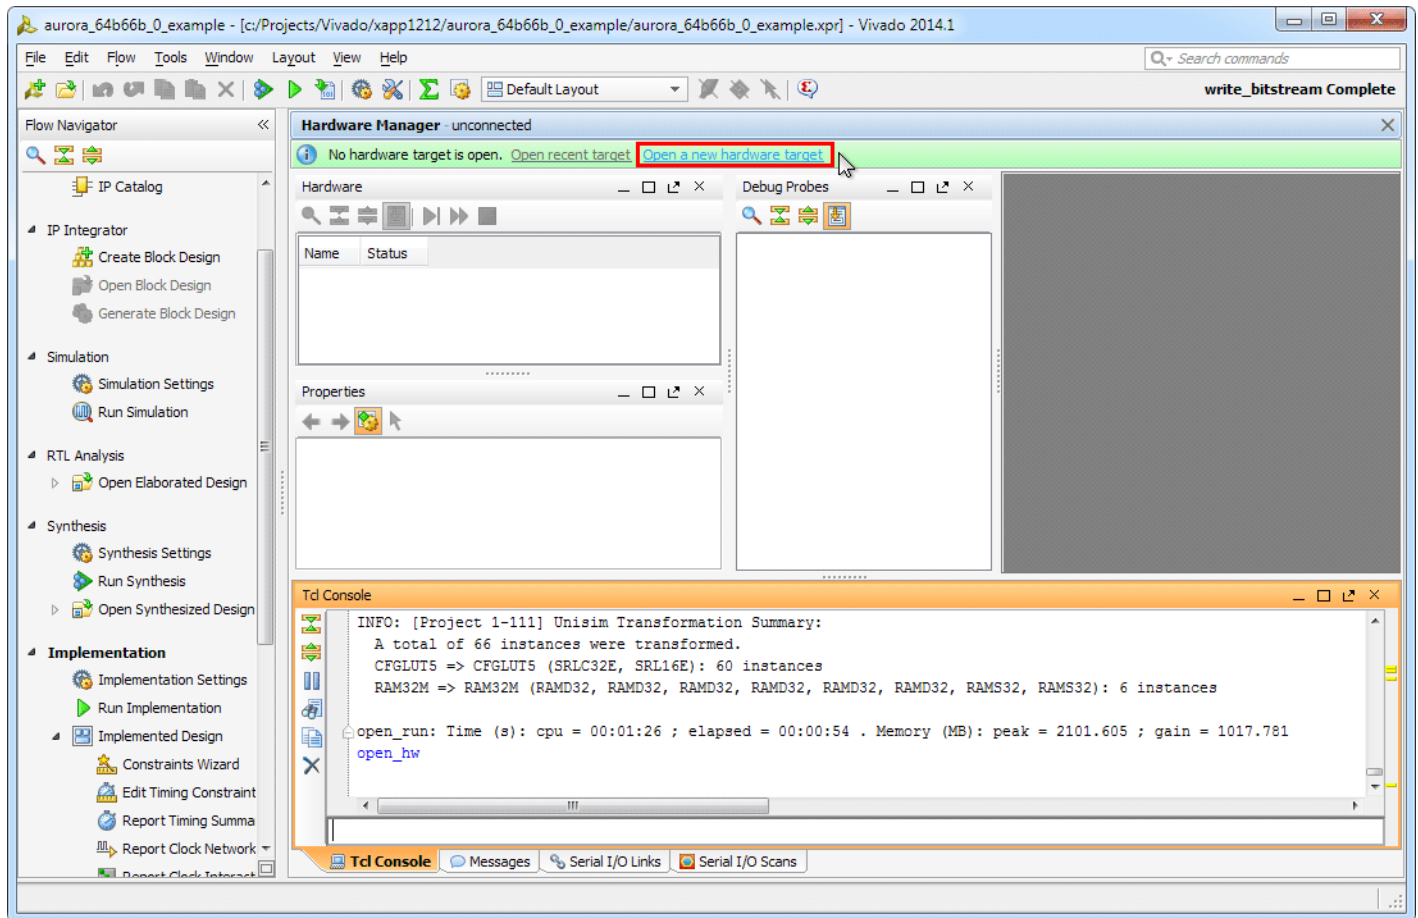

図 16 : [Open a New Hardware Target] の選択
2. [Hardware Manager] ページの上部にある [Open a new hardware target] をクリックして [Next] をクリックします (図 16)。